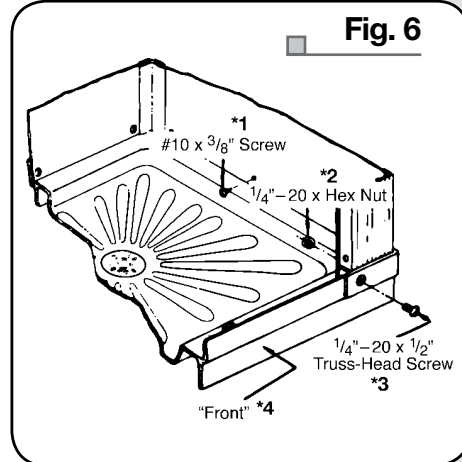

Fig. 6
6. From the outside, insert a $\frac{1}{4}$ " – 20 x $\frac{1}{2}$ " Truss Head Screw in the Base and through the pre-punched hole in the Front Support. Secure with a $\frac{1}{4}$ " x 20 Hex Nut on the inside. Repeat for the remaining Front Support. Insert a #10 x $\frac{3}{8}$ " Truss Head Tapping Screw into the pre-punched center hole of the back panel (this will align the panel to the base.) Follow the same procedure for both side panels. Tighten all three center screws, then start the remaining six screws. After all screws are started, tighten securely. (**Fig. 6**)
6. Desde el lado de afuera, coloque los tornillos en cruz de $\frac{1}{4}$ " – 20 x $\frac{1}{2}$ " en el plato y a través del orificio marcado en el soporte frontal. Asegúrelo con una tuerca hexagonal $\frac{1}{4}$ " x 20 desde el lado de adentro. Repita el proceso para el otro soporte frontal. Inserte un tornillo rosca de cabeza en cruz #10 x $\frac{3}{8}$ " en el orificio central marcado del panel trasero (esto alineará el panel al plato). Realice el mismo procedimiento para los dos paneles laterales. Ajuste los tres tornillos del centro y luego coloque los otros seis. Después de poner todos los tornillos en su lugar, ajústelos hasta que queden firmes. (**Fig. 6**)
6. Depuis l'extérieur de la cabine, insérez une vis à tête bombée n° 20 de $\frac{1}{4}$ x $\frac{1}{2}$ po dans la base et dans l'un des trous du support avant. Serrez en place de l'intérieur avec un écrou n° 20 de $\frac{1}{4}$ po. Procédez de la même façon pour l'autre support avant. Insérez une vis autotaraudeuse à tête bombée n° 10 de $\frac{3}{8}$ po dans le trou central du panneau arrière pour aligner le panneau et la base. Procédez de la même façon pour les 2 panneaux latéraux. Serrez les 3 vis centrales, puis insérez les 6 vis restantes. Une fois les 6 vis en place, serrez-les à tour de rôle. (**Fig. 6**)